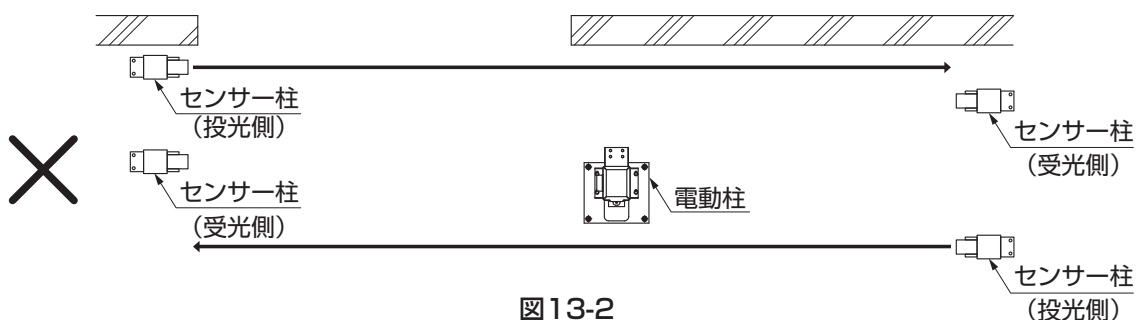

図13-2
- センサーの特性上、図13-2、13-3のような組付け時には、センサーが誤作動したり、引戸が開閉しなくなるためセンサーは必ず光軸を合わせて取付けてください。（図13-2、13-3参照）